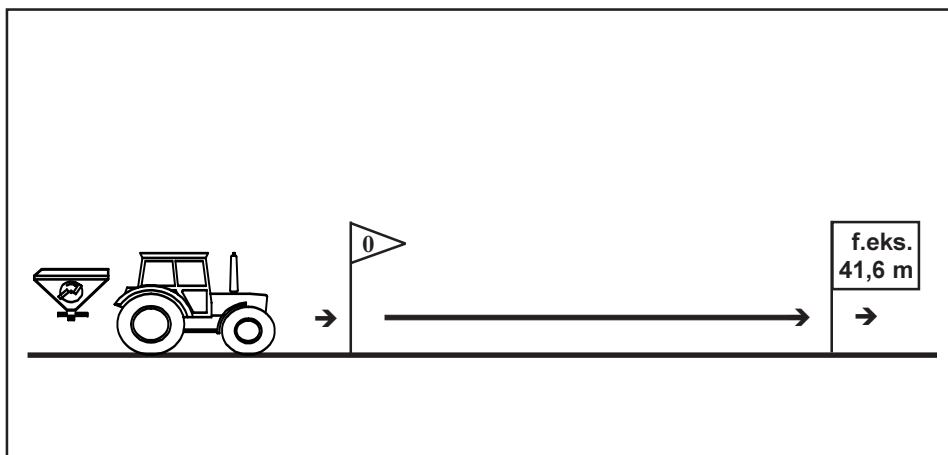

Fig. 7.8
- Mål målestrekningen nøyaktig opp på feltet. Merk start- og stoppunkt på målestrekningen (Fig. 7.8).